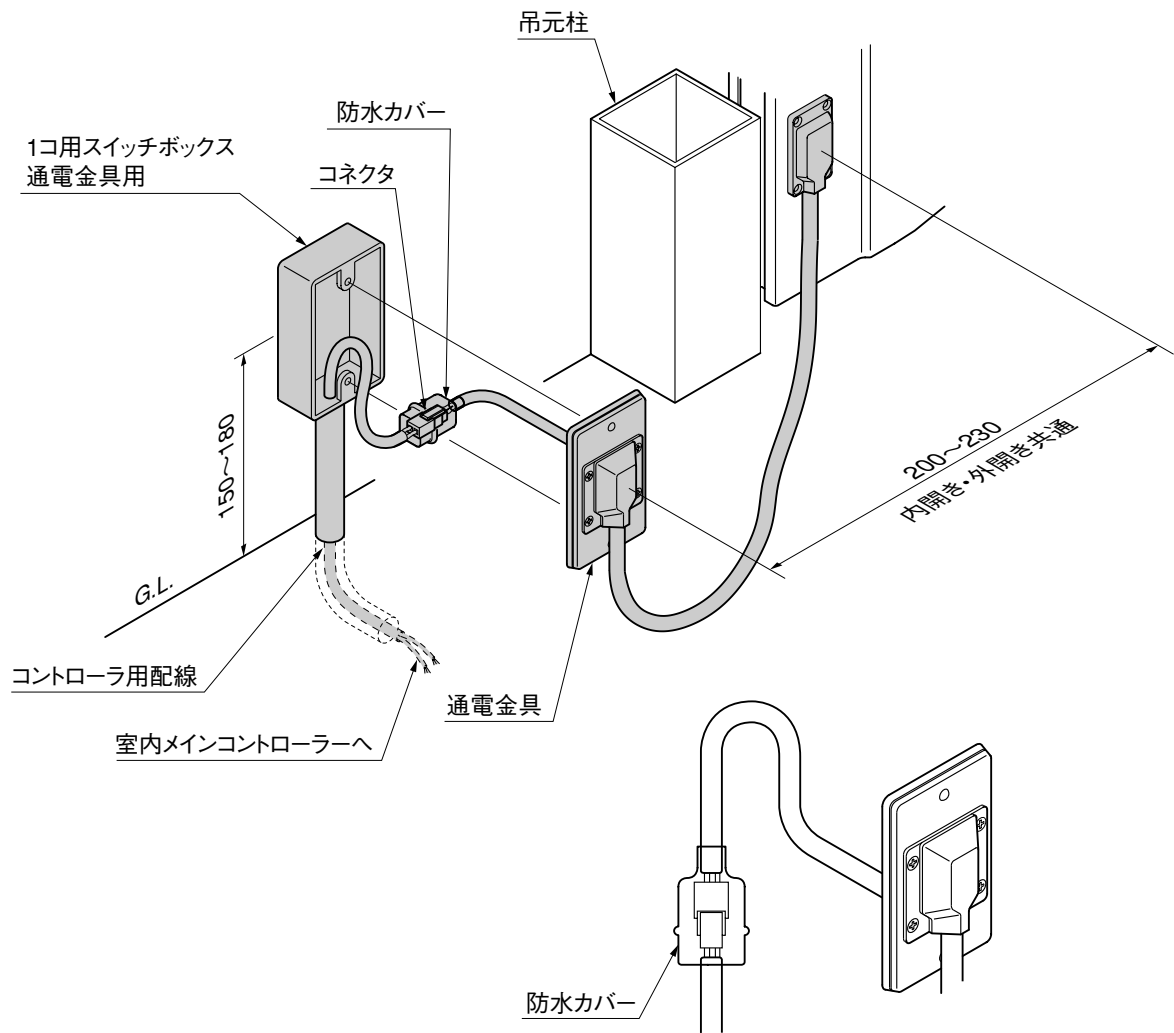

図9-2
- 通電金具側のコネクタに取付いている防水カバーが必ず上側になるようにスイッチボックス内に納めてください。(図9-2参照)